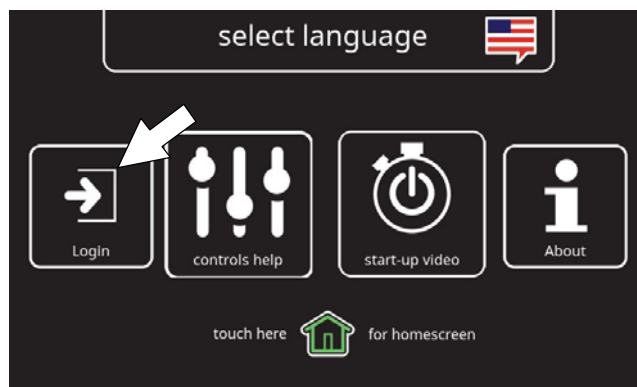

ABB. 152
2. Drücken Sie die Anmeldetaste (Abbildung 152).